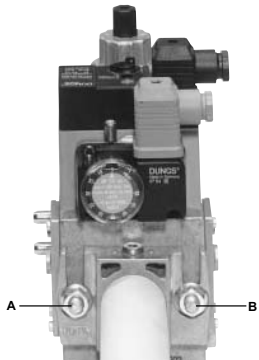
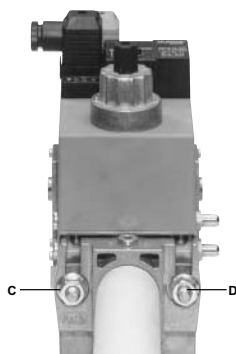

Fig. 17
Fig. 18
3. stringere le viti A, B, C e D (Fig. 17 - Fig. 18), rispettando le posizioni di montaggio (Fig. 20);